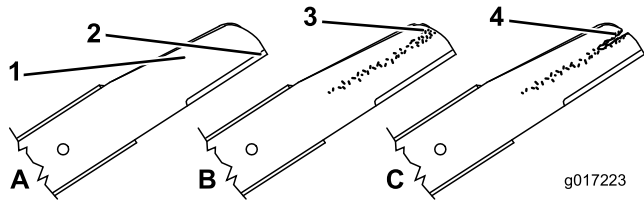

Figure 32
1. Examinez le tranchant des lames (Figure 32). Si elles ne sont pas tranchantes ou présentent des indentations, déposez les lames et affûtez-les ou remplacez-les.
2. Inspectez les lames, surtout la partie relevée (Figure 42). Remplacez immédiatement toute lame endommagée, usée ou qui présente une entaille (Figure 32).